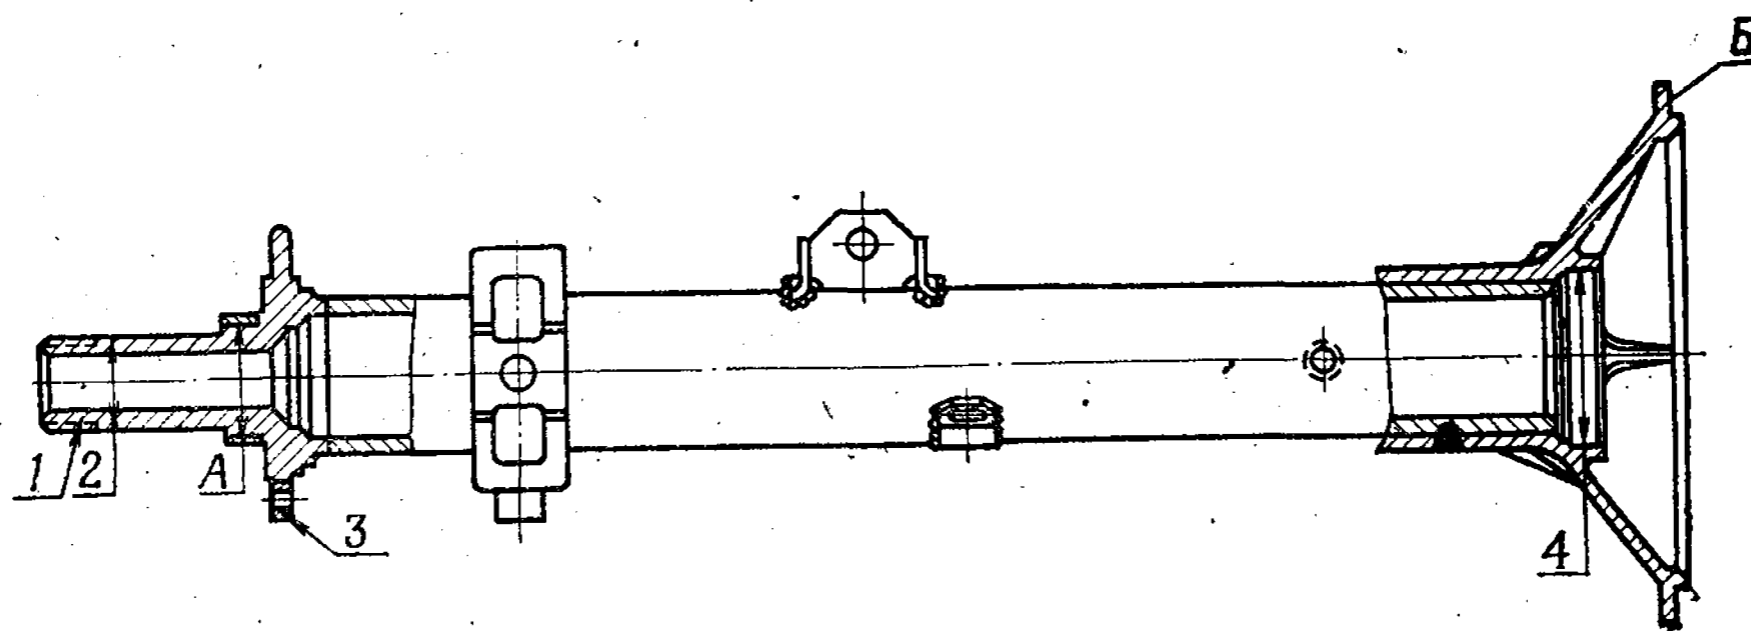

Рис. 140. Крышка картера заднего моста с кожухом полуоси в сборе
3. Крышка картера заднего моста с кожухом полуоси в сборе (рис. 140)